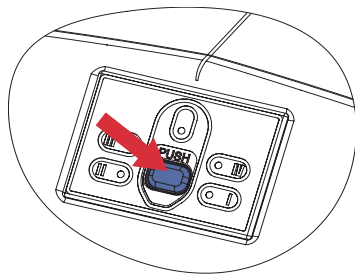

Рис. 13
- Для запуска промывочного режима 3 раза одновременно нажмите кнопку PUSH, расположенную на передней панели DWM-203 (рис. 13). При этом прозвучит 5 звуковых сигналов, погаснет световая индикация ресурса модулей и запустится промывочный режим блока предварительной водоподготовки продолжительностью 30 минут. Вначале из системы будет выходить воздух, что может сопровождаться шумом.